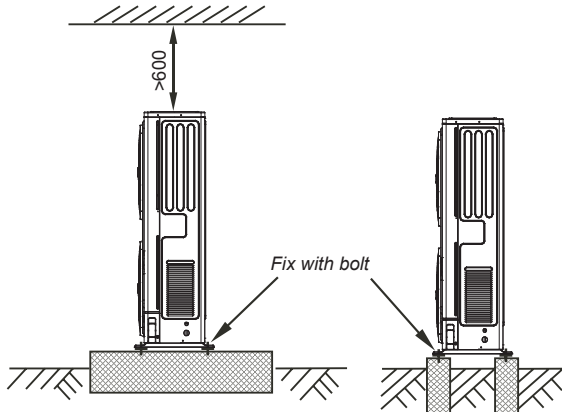

Fig.3-5
- Haga una base de hormigón de acuerdo con las especificaciones de la unidad exterior (Consulte Fig.3-5).
- Fijar los pies de la unidad con pernos con firmeza para evitar que se csculte en caso de terremoto o de fuerte viento. (Consulte Fig.3-5)